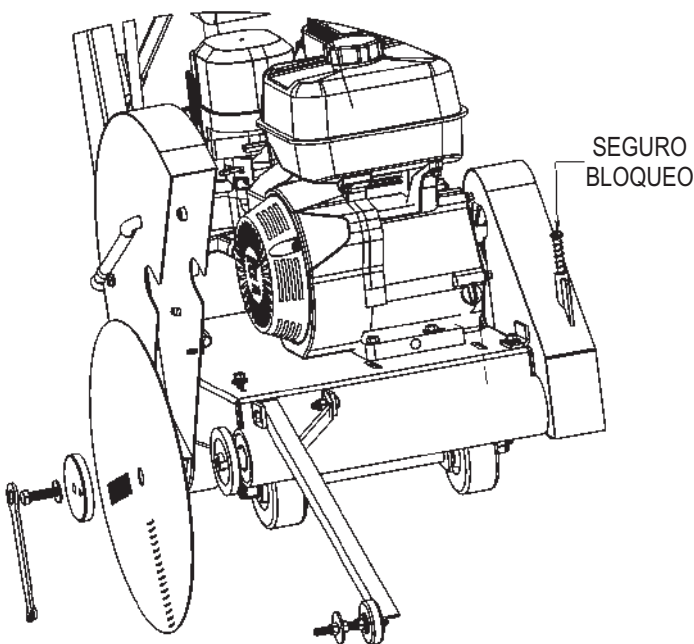

Figura 10. Colocación del Disco
Una mala inspección del disco (Figura 10) puede causar un daño a la misma cuchilla, a la cortadora y/o puede causar heridas al usuario o a las personas que se encuentren dentro del área.
- Volante (2)
- Indicador de profundidad de corte (3)
- Escala de profundidad (4)
- Palanca de bloqueo (5)
7. Utilice las llaves de tuercas que se proveen con la máquina (Figura 10) y utilice las herramientas de bloqueo y de tuercas también de la máquina, vea la referencia a los pasos del 1 al 5 en la página 17.
8. Cuando esté cortando asegúrese de observar la escala de profundidad (4) para obtener la profundidad de corte deseada.